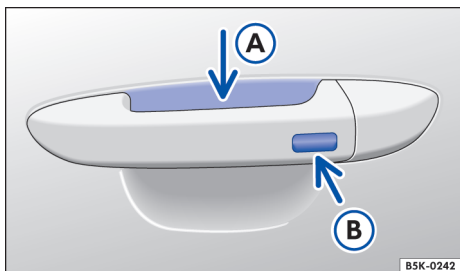

Fig. 54 Na maçaneta da porta: superfícies dos sensores.
- Tocar o sensor → Fig. 54 (A) na parte interna da maçaneta da porta do condutor ou da porta do passageiro.
- Tocar o sensor → Fig. 54 (B) na parte externa da maçaneta da porta do condutor ou da porta do passageiro.
- Adicionalmente tocar o sensor no lado externo da maçaneta da porta uma vez dentro de cinco segundos → Fig. 54 (B). Assim, não agarrar na maçaneta da porta.
- Manter o dedo por alguns segundos sobre a superfície do sensor da maçaneta da porta do condutor ou do passageiro dianteiro → Fig. 54 (B), até que o vidro ou o teto de vidro estejam fechados.